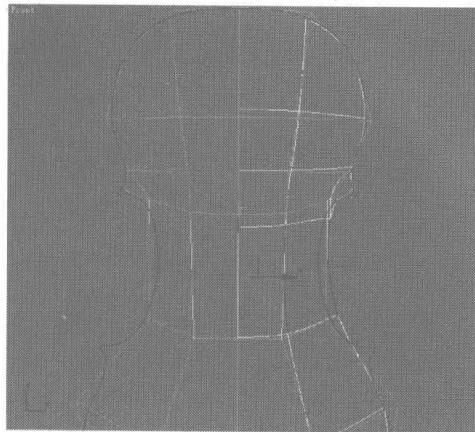
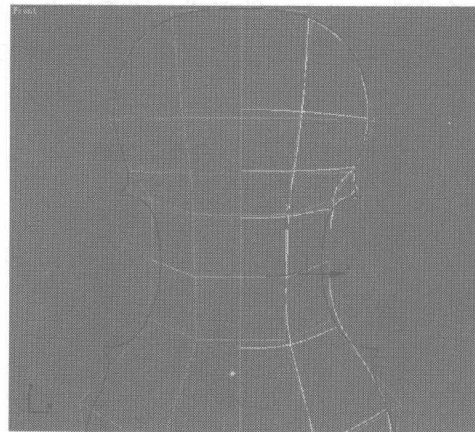
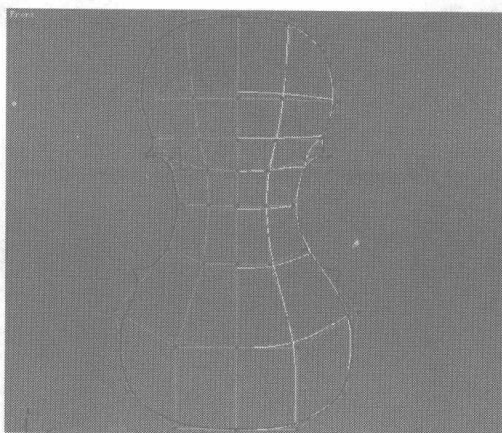

图 5.34
图 5.35
图 5.36
- 07** 选择如图 5.34 所示的曲线，单击 **Connect** 按钮，添加细分曲线，如图 5.35 所示。调整模型上的点到如图 5.36 所示的位置。